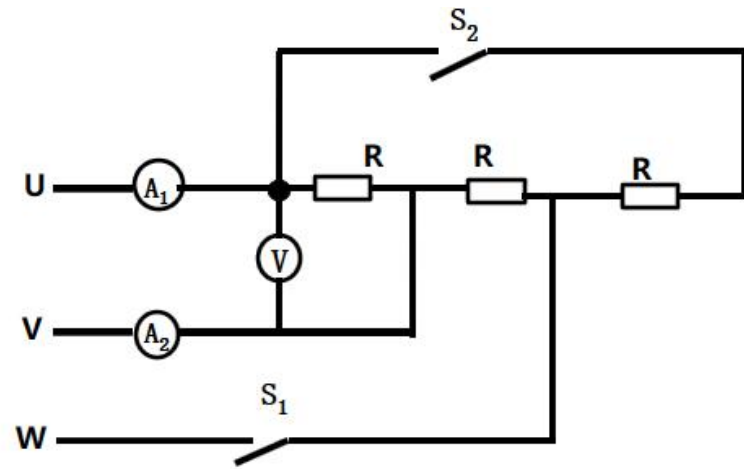

图 2-8
8. 如图 2-8 所示的电路中，当两个开关均闭合时，两电流表读数均为  $3A$ ，请分析：